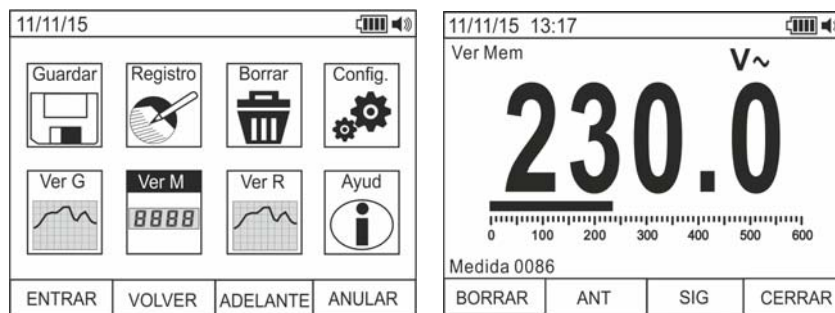

Fig. 19: Rellamada medidas (instantáneas) en pantalla
31. Utilice las teclas **F2** o **F3** para seleccionar el icono “Ver M” y pulse la tecla **F1** (vea Fig. 19 – parte izquierda)
32. Utilice las teclas **F2 (ANT)** o **F3 (SIG)** para seleccionar y visualizar la medida deseada entre las guardadas en la memoria del instrumento (vea Fig. 19 – parte derecha). La referencia de la medida aparece en la parte inferior derecha del visualizador